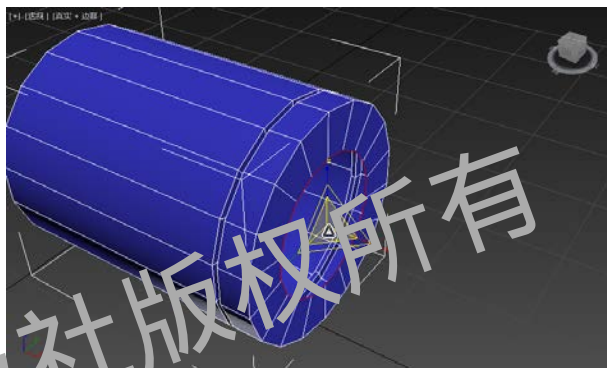

图 3-1-8 创建面
STEP 08 按住【Shift】键并使用【选择并缩放】工具，向内缩放，生成多边形，以创建面，如图 3-1-8 所示。